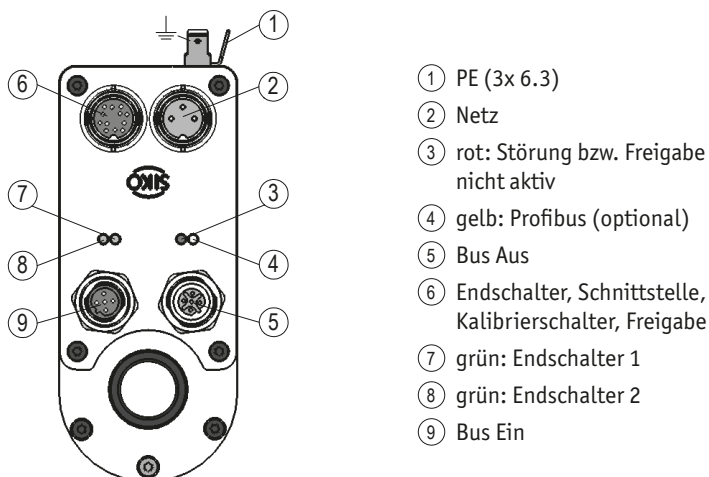
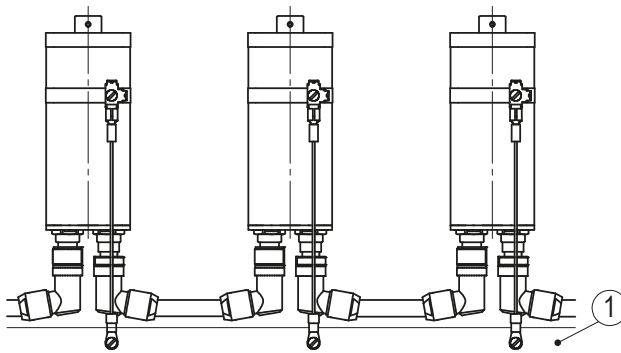

Abb. 7: Anschlüsse AG02
Abb. 10: PE-Schiene
Der Anschluss der seriellen Schnittstelle RS232 bzw. RS485 erfolgt über den 12 pol. Steckverbinder ⑥ (siehe Abb. 7).
Der Anschluss des Kalibrierschalters erfolgt über den 12 pol. Steckverbinder ⑥ (Abb. 7). Der Eingang arbeitet High-Aktiv. Das bedeutet, dass bei Anlegen von 24 V DC an den + Eingang eine Kalibrierung des Stellantriebes durchgeführt wird.
Der Anschluss der beiden Endschalter sowie der Freigabe erfolgt über den 12 pol. Steckverbinder ⑥ (Abb. 7). Bei nicht aktivem Endschalter muss am + Eingang des Endschalters eine Spannung von 24 V DC anliegen. Damit der Stellantrieb verfahren werden kann, muss am Freigabeeingang ebenfalls eine Spannung von 24 V DC anliegen.
Ist Endschalter 1 oder Endschalter 2 nicht aktiv, so wird dies durch eine grüne LED signalisiert (siehe Abb. 7). Ist die Freigabe nicht aktiv, wird dies durch eine rote LED signalisiert (siehe Abb. 7).
Zum Schutz vor Störungen müssen die Schirme der Signalleitungen und Netzleitung beidseitig angeschlossen werden. Potentialunterschiede führen zu unzulässigen Strömen auf dem Schirm. Den PE Anschluss ① zwischen den Anschlusssteckern auf das Schutzleiterpotential legen (siehe Abb. 7). Verwenden Sie dazu 6.3 mm Flachstecker mit kurzer Litze 2.5 mm² ... 4 mm² (nicht im Lieferumfang). Bei mehreren Stellantrieben wird empfohlen die Erdung auf eine PE-Schiene ① anzuschließen (siehe Abb. 10).